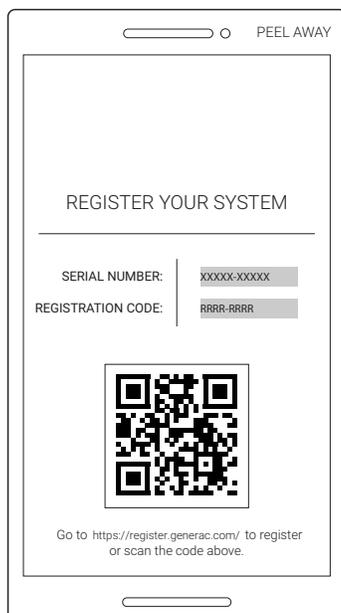

Figura 3-15. Número de serie y registro
1. Consulte la **Figura 3-15**. Ubique el número de serie y el código de registro en la calcomanía de registro en la parte delantera del inversor. Esta información es obligatoria para el registro.